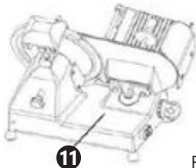

Rys. 8
- Oslonę noża i nóż (1) umyć ciepłą wodą z neutralnym środkiem czyszczącym. Użyć gąbki, znajdującej się w zakresie dostawy szczotki do czyszczenia lub miękkiej ściereczki. Wypłukać w czystej wodzie.
- Umyć pierścień ochronny noża (2) w ciepłej wodzie i niewielkiej ilości środka czyszczącego. Przemyc czystą wodą.
- po czyszczeniu zamontować do urządzenia nóż (1) przy pomocy 3 śrub nastawczych (e), przy zachowaniu prawidłowej pozycji i osłonę noża przy pomocy śruby (d).
- Poluzować śruby (f) urządzenia zabezpieczającego (g) z tyłu krajalnicy odpowiednim śrubokrętem i zdjąć je (rys. 8).